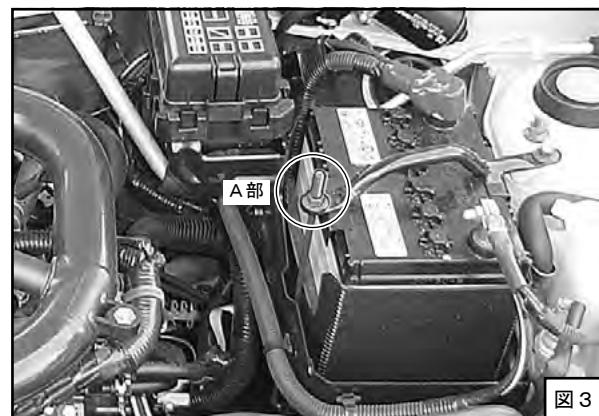
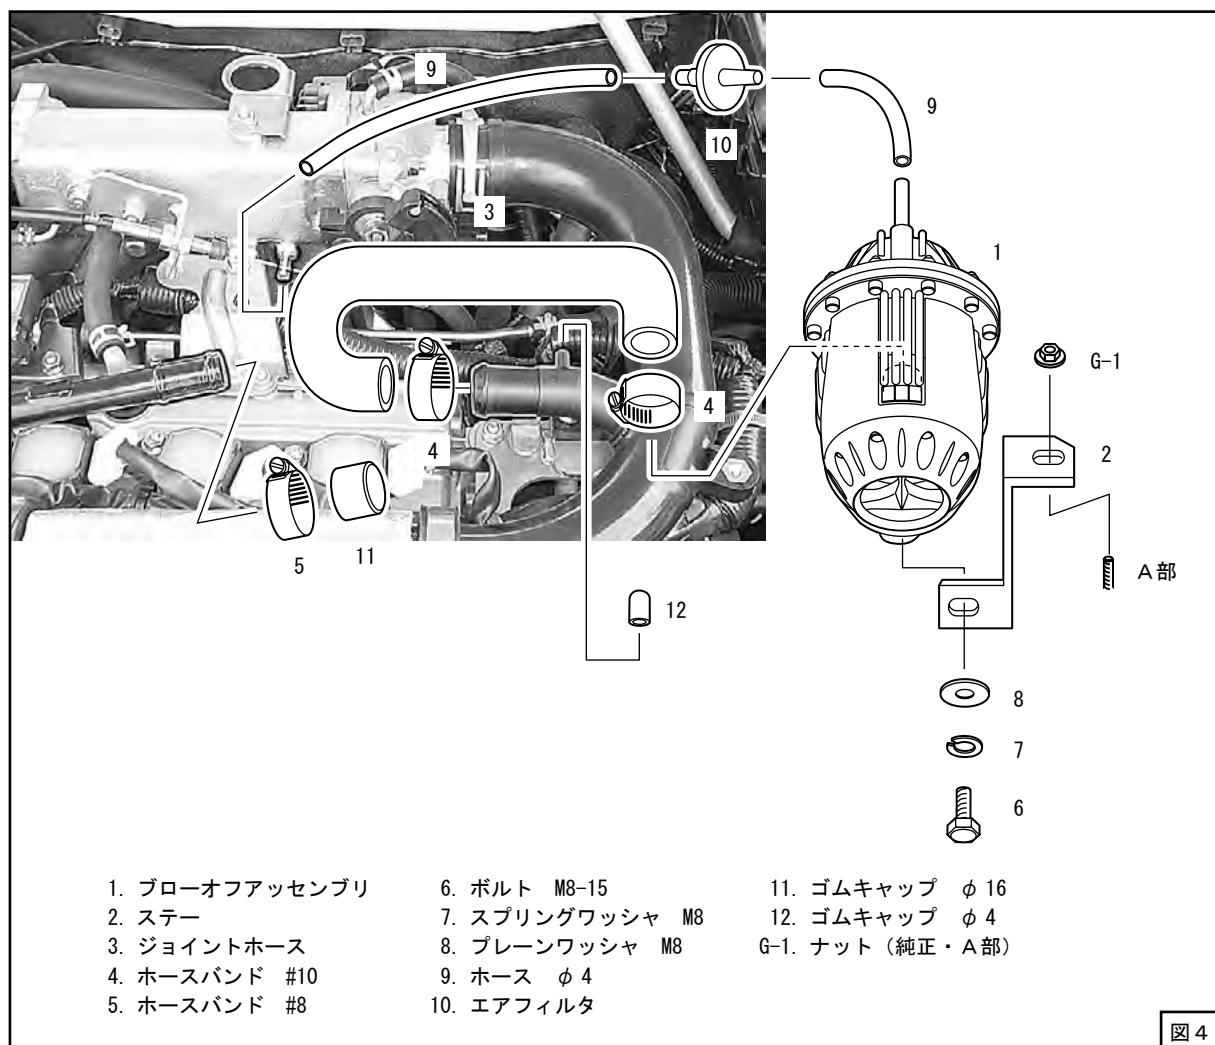

図 3
図 4
- (1) ホースを抜いたチャンバパイプのニップル部にφ 4 ゴムキャップを取り付けてください。 (図 4)
- (2) 純正のバッテリープラケットA部のナットを利用して、ステーを仮付けしてください。 (図 3、図 4)
φ 4 ホースは適当な長さに (ある程度余裕を持たせて) 切って使用してください。 (図 4)
(図4、図5)